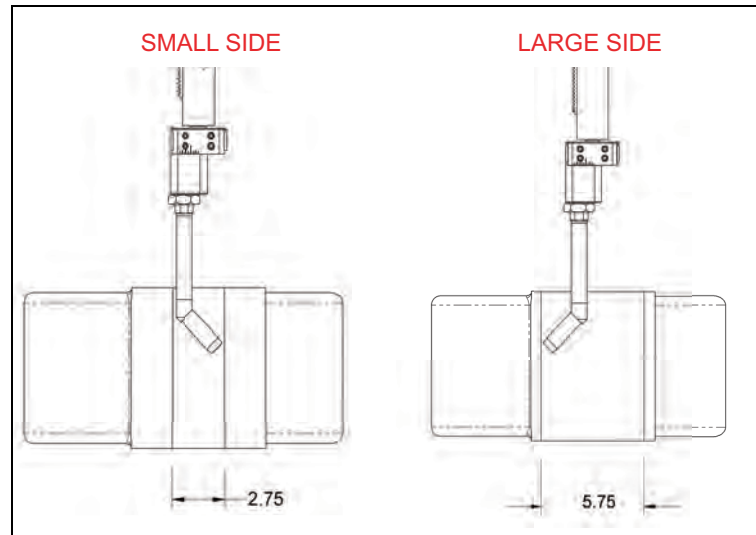

FIGURE 3-7. RACCORD D'ORIENTATION ET POSITION DE LA TORCHE (PETIT CÔTÉ À GAUCHE, GRAND CÔTÉ À DROITE)
2. Fixez la torche (et les extensions, si nécessaire) au raccord d'orientation du BoreWelder et fixez la torche en position avec l'écrou d'orientation de 38 mm, comme illustré à la Figure 3-7 à la page 46.